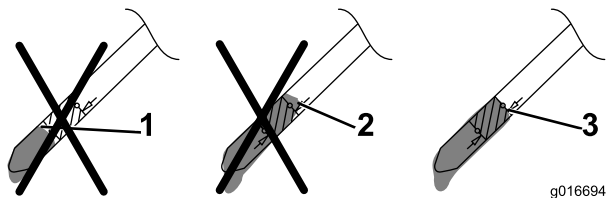

Рисунок 34
12. Определите уровень масла по отметкам на щупе (Рисунок 34).
- Если уровень масла слишком низкий, **медленно** залейте небольшое количество масла в маслозаливную горловину, подождите 3 минуты и повторите действия, указанные в пунктах 10 – 12, чтобы масло достигло требуемого уровня, как показано на Рисунок 34.